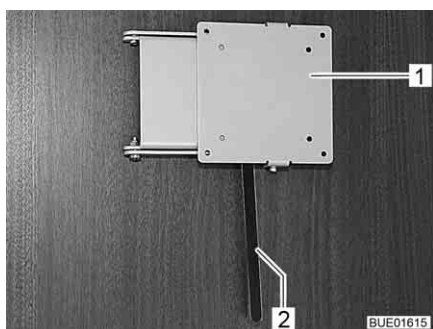

Bild 63 Fäste med låsspak
- Tryck låsspaken (Bild 63,2) åt sidan och sväng fästet (Bild 63,1) med den platta bildskärmen till önskat läge.
- Vrid tillbaka den platta bildskärmen tills fästet (Bild 63,1) hakar fast i låset.